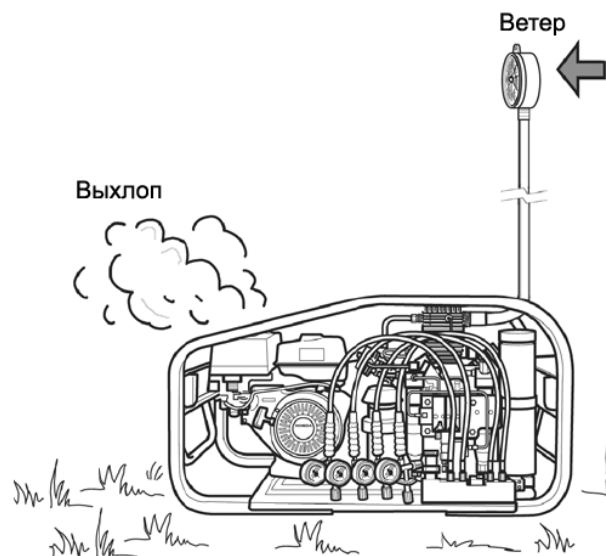

Рис.8. Расположение по отношению к ветру
- Для компрессоров, приводимых от бензиновых или дизельных двигателей, особенно важным является использование только чистого воздуха. Положение компрессора по отношению к ветру должно быть таковым, чтобы выхлоп от двигателя был направлен в сторону от всасывающего патрубка блока (рис.8).
всасывающим отверстием компрессора и выхлопом (рис.8).